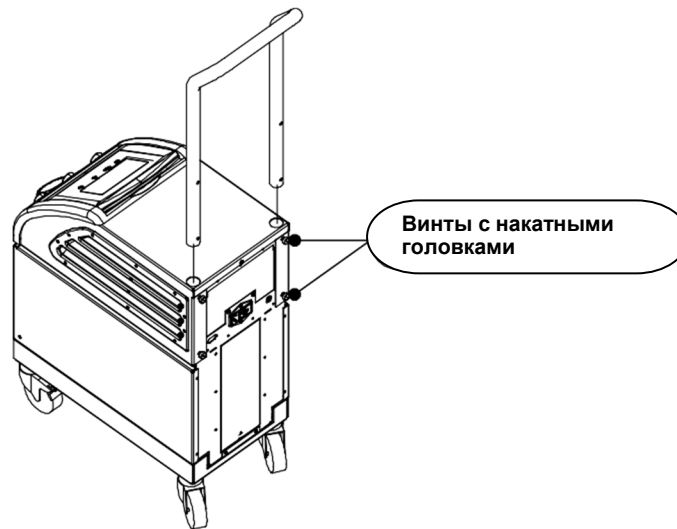

Рисунок 7: Установка ручки.
2. Вставьте два конца ручки в отверстия верхней крышки (обратите внимание на направление изгиба ручки), пока ручка не будет полностью вставлена (см. Рисунок 7).